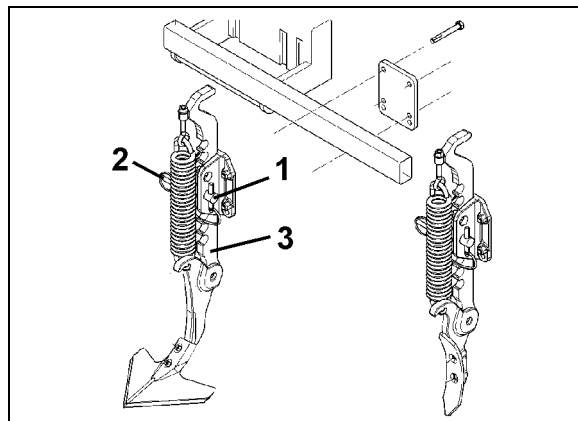

Fig. 48
3. Arbeitstiefe durch umstecken des Bolzens (Fig. 48/1) in der Verzahnung des Spurlockers (Fig. 48/3) einstellen und mit Klappstecker (Fig. 48/2) sichern.